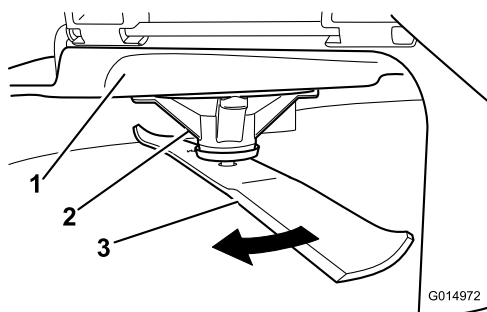

Figura 71
2. Indossando guanti dalla spessa imbottitura o altre protezioni idonee per le mani, ruotare lentamente la lama in una posizione che consenta di misurare la distanza tra il bordo di taglio e la superficie piana su cui si trova la macchina (Figura 71).